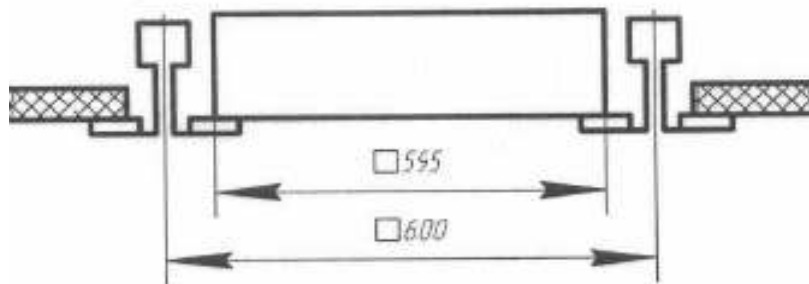

Рисунок 2.1 - Схема установки светильника в подвесной потолок "Армстронг"
5.4 Установка светильника в подвесной потолок "Армстронг": Установите корпус в сборе в подвесной потолок согласно схеме (рисунок 2.1). **Если вес светильника превышает допустимую норму нагрузки на потолок, светильник нужно закрепить на отдельные кронштейны!** В комплект поставки входят пластины для подвеса светильника. Схема установки пластин указана на рисунке 1.3.